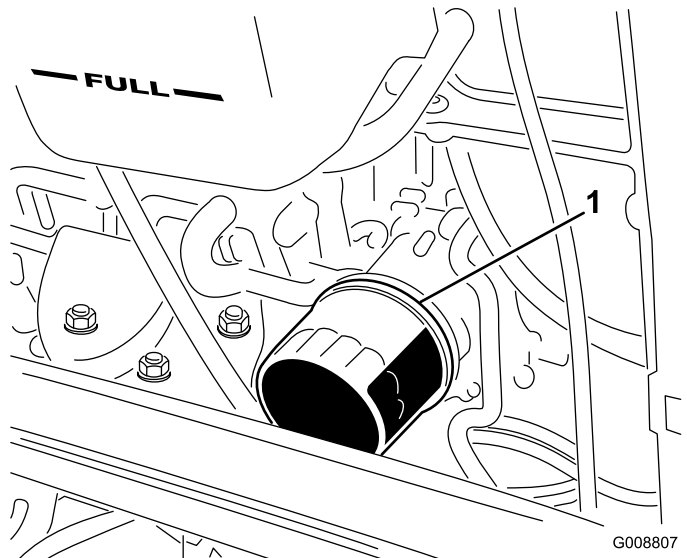

Figura 78
4. Retire o filtro do óleo (Figura 78).